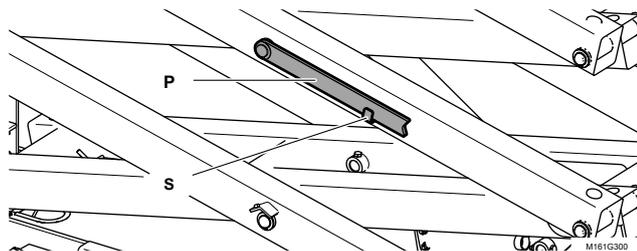

Fig. 1-11
- Ranger l'accessoire de sécurité (Fig. 1 à 11, P) dans sa position de rangement (Fig. 1-11, S) quand il ne sert pas.